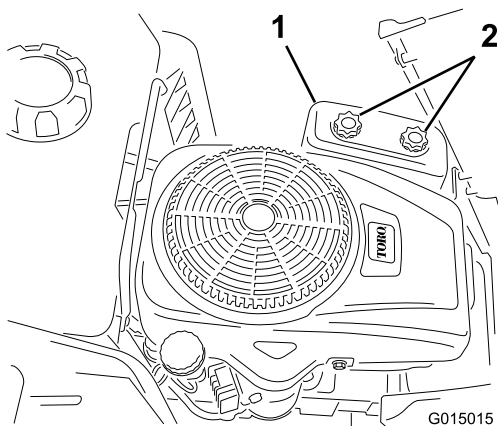

Figura 32
4. Retire la tapa del limpiador de aire desenroscando los 2 pomos (Figura 32).
3. Instale la tapa del limpiador de aire y apriete los 2 pomos (Figura 32).